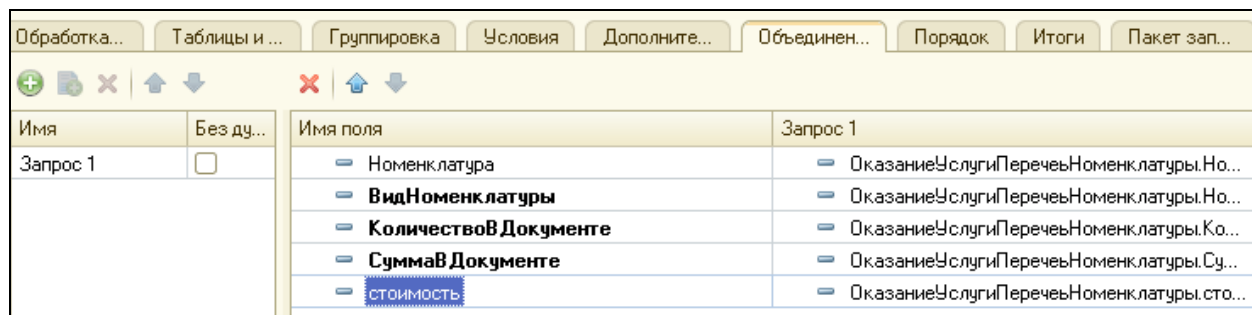

Рисунок 5.4 Псевдонимы полей
7. Перейти на закладку **Объединения/Псевдонимы**. Зададим псевдонимы для полей Количество и Сумма – **КоличествоВДокументе** и **СуммаВДокументе**, а для поля **НоменклатураВидНоменклатуры** зададим псевдоним **ВидНоменклатуры** (рис.5.4). Нажать ОК. Формируется текст запроса (листинг 5. 2).